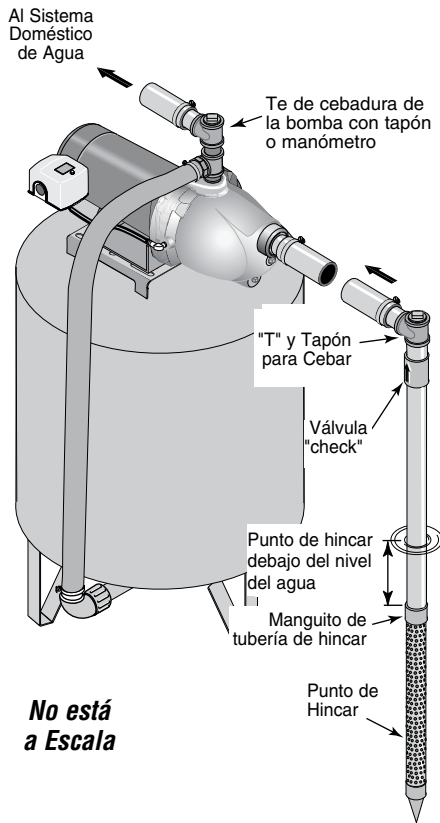

Figura 1 - Instalación del Punto de Hincar
INSTALACION DEL PUNTO DEL POZO (PUNTO DE HINCAR) (Figura 1)
- Paso 3. Utilice el menor número de conexiones posible (especialmente codos) al conectar la tubería desde el punto del pozo al orificio de succión de la bomba. La tubería de succión debe ser por lo menos del mismo tamaño que el orificio de succión en la bomba (incluya una válvula "check" si su equipo no está equipado con una) - Vea la Figura 1. Soporte la tubería para que no haya inclinaciones verticales o hundimientos en ella a fin de que no se ejerza tensión sobre el cuerpo de la bomba y con el propósito de que no se incline ligeramente hacia arriba desde el pozo hacia la bomba (los puntos altos pueden ocasionar que se formen bolsas de aire que pueden bloquear la bomba). Sellar las juntas de la tubería de aspiración con cinta selladora de PTFE para roscas de tubería. Las juntas deben de ser a prueba de agua y estar herméticamente cerradas. Si la tubería de succión pudiera succionar aire, la bomba no podría sacar agua del pozo. Si un punto de pozo no proporciona suficiente agua, considere la posibilidad de conectar dos o tres puntos de pozo a una tubería de succión.